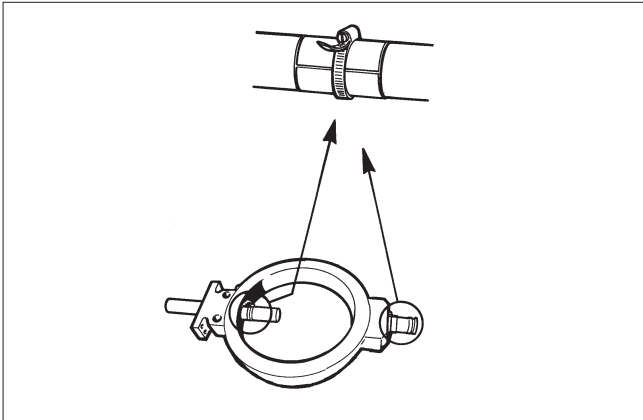

Abb. 17 Montieren der Metallager.
- **Hochtemperatur-Ausführung:** Montieren Sie die Lager in die Welle. Sprühen Sie eine dünne Schicht Schmiermittel, wie z. Bsp. Molykote 321R o.ä. auf die Innenfläche der Lagerschale und die Nut der Wellenlager. Drücken Sie die Lagerschalen mit einem Dichtungsring in die Nut der Wellenlager. Setzen Sie die Welle mit den Lagern vorsichtig durch den Dichtungsring in das Gehäuse ein (siehe Abb. 17).